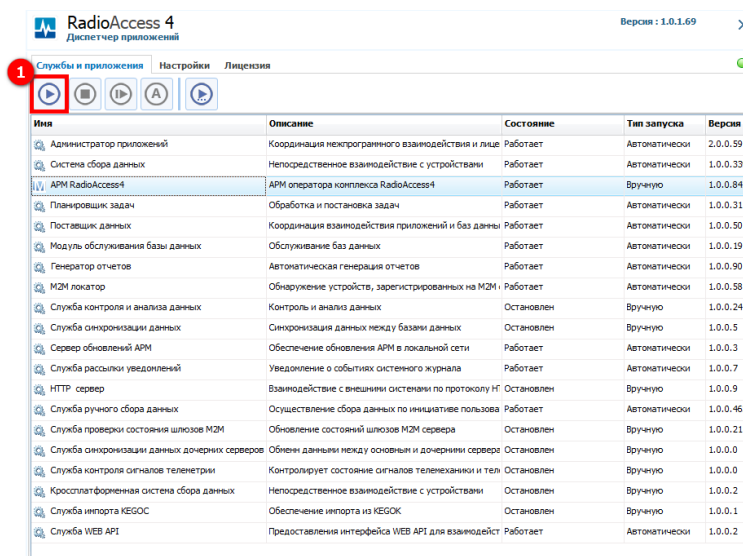

Рисунок 31 – Запуск АРМ RadioAccess 4 (РадиоАксесс 4) в Диспетчере приложений
После нажатия кнопки запуска (1) (см. рисунок 31) в **Диспетчере приложений АРМ RadioAccess 4 (РадиоАксесс 4)** открывается окно программы Автоматизированного рабочего места потребителя с данными экземпляра СУБД, который был указан при установке **RadioAccess 4 (РадиоАксесс 4)**.